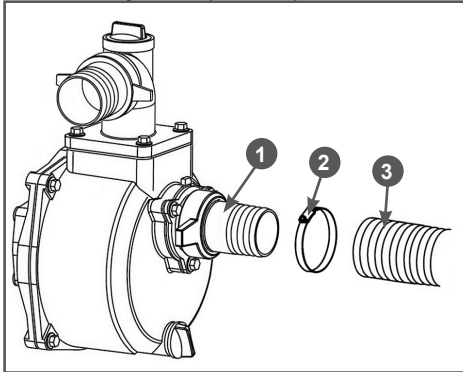

Рис. 11 Установка всасывающего рукава
3. Наденьте до упора всасывающий рукав 3 на патрубок 1 и зафиксируйте его хомутом 2 (Рис. 11).